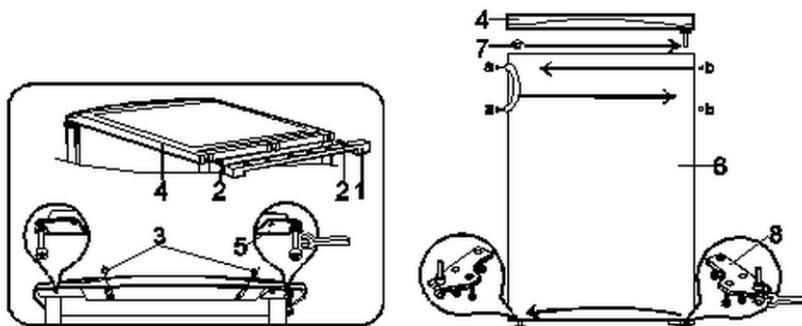

Abb. 5
1. Nehmen Sie die Stütze (1, Abb. 5) ab und drehen Sie die Schrauben (2) heraus.
2. Drehen Sie die beiden Schrauben (3) heraus, die die Deckplatte des Geräts halten.
3. Nehmen Sie die Deckplatte (4) ab.
4. Nehmen Sie die Halterung (5) samt dem Tragstift mit den aufgestülpten Unterlegscheiben ab.
5. Drehen Sie den Tragstift samt den Unterlegscheiben aus der Halterung (5) heraus und drehen Sie ihn in die andere Öffnung der Halterung (5) wieder ein.
6. Nehmen Sie die Tür (6) des Geräts ab.
7. Entfernen Sie den Verschlussstopfen (7) aus der Tür und drücken Sie ihn in die Öffnung auf der gegenüberliegenden Seite.
8. Nehmen Sie die untere Halterung (8) samt dem Tragstift mit den aufgestülpten Unterlegscheiben ab. Drehen Sie den Tragstift gegen den Uhrzeigersinn heraus. Wenden Sie die Halterung (8) um 180° und drehen Sie den Tragstift wieder ein. Befestigen Sie die Halterung auf der Gegenseite.
9. Setzen Sie die Kühlschranktür auf dem Tragstift von Halterung (8) auf. Schrauben Sie die Halterung (5) samt dem Tragstift mit den aufgestülpten Unterlegscheiben fest.
10. Legen Sie die Deckplatte (4) auf.
11. Drehen Sie die Schrauben (2) und (3) fest ein.